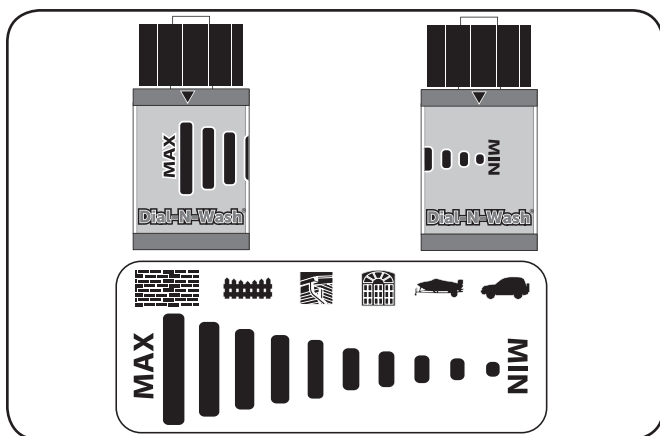

Figure 4-2
7. Tire el acople de conexión rápida hacia atrás e inserte la boquilla. Ver la Figure 4-2.